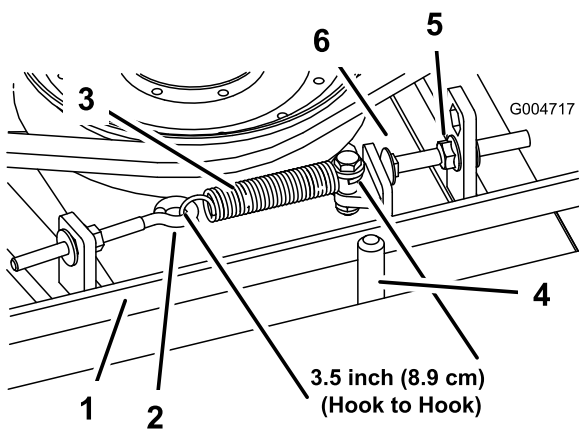

Figura 97
Quando a tensão estiver correta, a medida da mola de extensão (gancho a gancho) deverá ser de cerca de $8,9 \text{ cm} \pm 0,63 \text{ cm}$ (lado interior). Logo que se obtenha a tensão correta da mola, ajuste o pino de fecho (parafuso da carroçaria) até haver uma folga aproximada de $0,32 \text{ cm} \pm 0,152/0,000 \text{ cm}$ entre a cabeça do parafuso e o braço intermédio (Figura 97).
Nota: Certifique-se de que correia está colocada no lado da mola do guia da correia (Figura 97).
- Desaperte o parafuso com olhal permitindo a remoção da mola de extensão (Figura 97).
- Desaperte a porca flangeada que fixa o pino de fecho na patilha de montagem. Puxa a porca ligeiramente para trás para permitir que o braço intermédio passe pelo pino de fecho (Figura 97). Retire a polia intermédia da correia para aliviar a tensão da correia.
8. Volte ligar a mola de extensão (Figura 97) ao parafuso de olhal e aplique a tensão na correia como se segue: